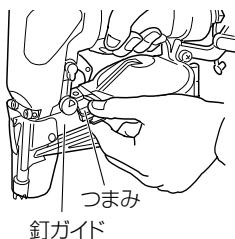

図 6
(1) マガジンに釘を入れる
- 釘ガイドとつまみに指を掛け、つまみを押し開きます。(図6)